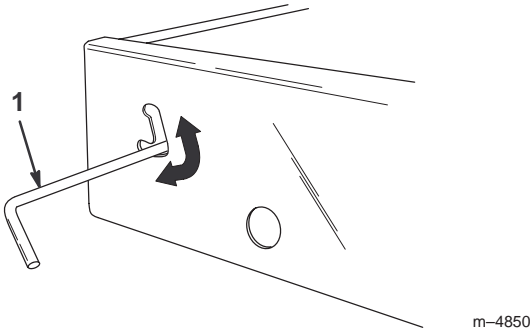

Bild 18
1. Schieben Sie den Riegel aufwärts in Richtung der Oberseite des Ausschnitts im Muldenrahmen (Bild 18).
3. Bewegen Sie, um die Mulde fest mit dem Chassis zu verbinden, den Riegel bis in den unteren Teil des Ausschnitts (Bild 18).